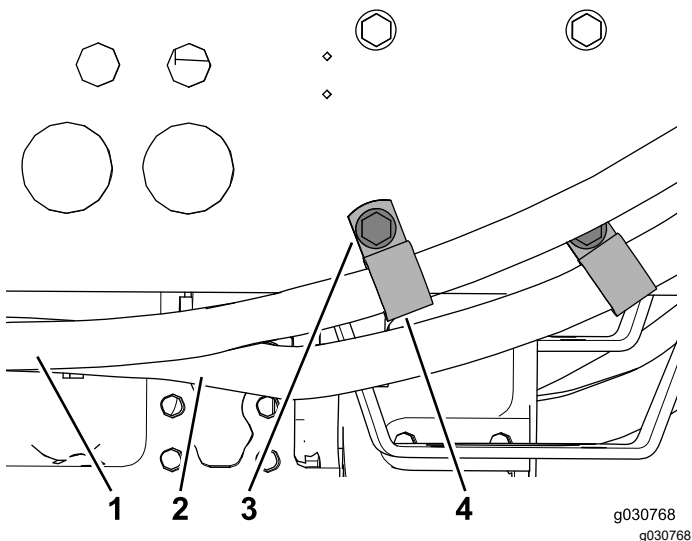

Figura 42
5. Montate un serratubi a R attorno a ciascun flessibile dell'aria condizionata e utilizzate i 2 bulloni esistenti per fissarli al telaio della macchina (Figura 42).